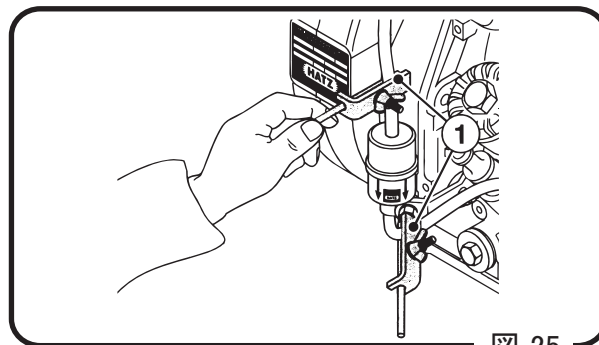

図 25
- 1 燃料フィルターの上下の燃料パイプを押さえて①、燃料の流れを止めてください。(図25)